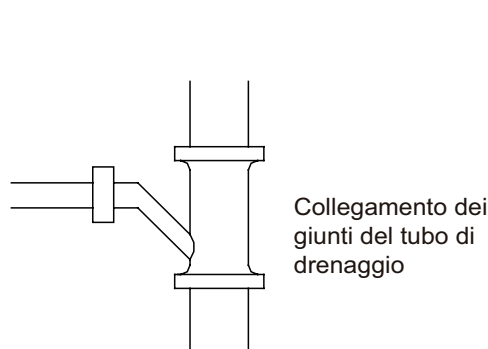

Fig. 4.3.6
- (6) Installare un sifone per ogni Unità.
- (7) Nell'effettuare l'installazione, prendere in considerazione la futura manutenzione del sifone.
- (8) Il tubo orizzontale non può essere collegato al tubo verticale allo stesso livello; scegliere il modo di connessione come mostrato sulle seguenti Figure.
- N°1: Collegamento dei giunti del tubo di drenaggio (Fig. 4.3.6).